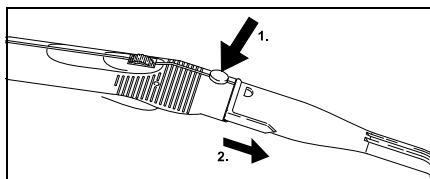

Fig. 9
- Per staccare gli accessori premere il pulsante di sblocco (C2 o G2) e separarli l'uno dall'altro (Fig. 9).